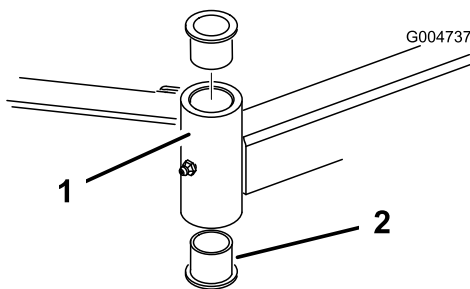

Figure 82
4. Insérez un chasse-goupille dans le haut ou le bas du tube de montage et chassez la bague hors du tube (Figure 82).